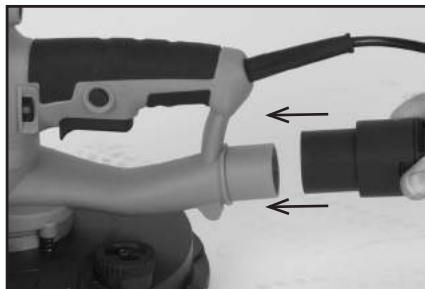

Abb. 3
- Drücken Sie den Staubabsaugschlauch in den Entstaubungsanschluss am Hauptkörper der Maschine. **(Abb. 3)**